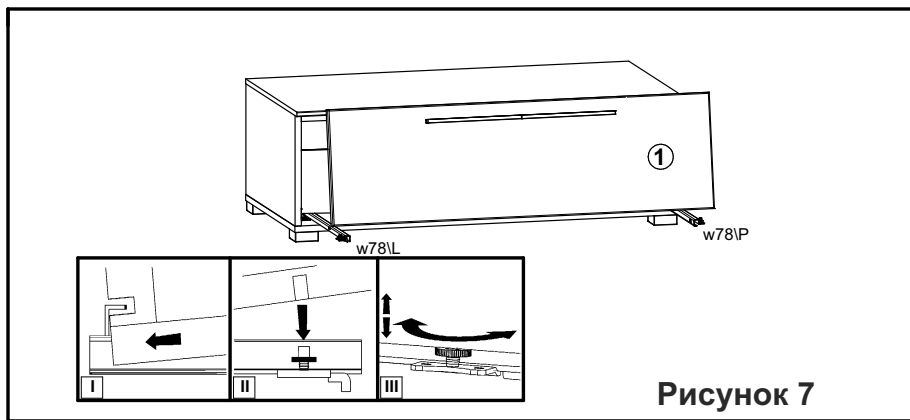

Рисунок 7
18. Установить ящик на направляющие **w78L** и **w78P** (см. рис. 7).